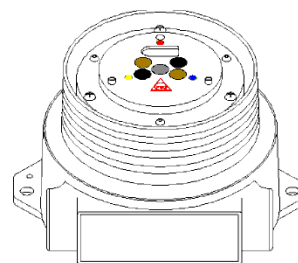

Figura 2-7
5. Gire em sentido anti-horário (CCW) para desparafusar a tampa do compartimento (veja a Figura 2-7).